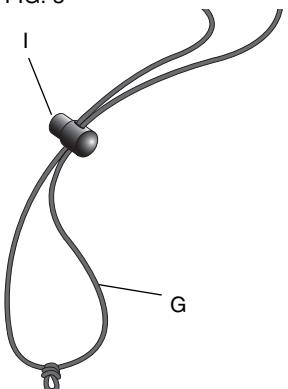

FIG. 4
2. Drape the drum bonnet (H) of the chip collector over the outside rim of the container (Fig. 4).
3. Press the lock button (I) and pull the drawstring collar on the bag as tight as possible to secure. Release the lock button to hold drawstring in place.
#### TO SHORTEN THE LENGTH OF THE HOSE (FIG. 4)
2. Recouvrir le bord externe du réceptacle avec le couvercle à tambour (H) du collecteur de copeaux (Fig. 4).
3. Pousser sur le bouton de verrouillage (I) puis tirer sur le collier de serrage sur le sac pour le serrer le plus possible. Relâcher le bouton de verrouillage pour maintenir le collier de serrage en place.
### POUR RACCOURCIR LA LONGUEUR DE TUYAU (FIG. 4)
2. Coloque la cubierta protectora (H) del recogedor de astillas sobre el borde exterior del bidón (Fig. 4).
3. Presione el botón de bloqueo (I) y tire de la abrazadera de cordón del saco lo más que pueda para asegurarlo. Suelte el botón de bloqueo para mantener el cordón en su lugar.
#### **PARA ACORTAR EL LARGO DE LA MANGUERA (FIG. 4)**